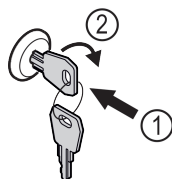

Fig. 150
- ▶ 按入钥匙 Fig. 150 (1)。
- ▶ 将钥匙顺时针转动 90° Fig. 150 (2)。